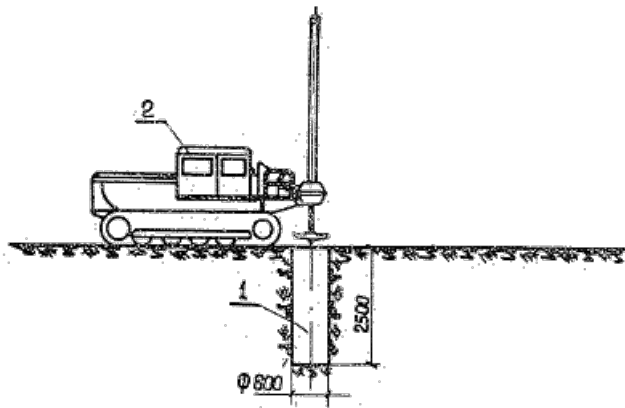

Рис.2. Бурение котлована буровой машиной
3. Для бурения котлованов буровую машину устанавливают острием бура точно над колышком, определяющим центр ноги опоры. Оба котлована выбуривают строго вертикально и на одинаковую глубину (рис.2).